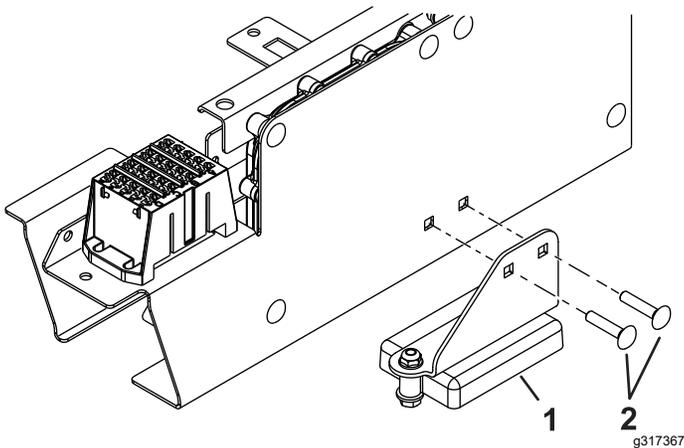
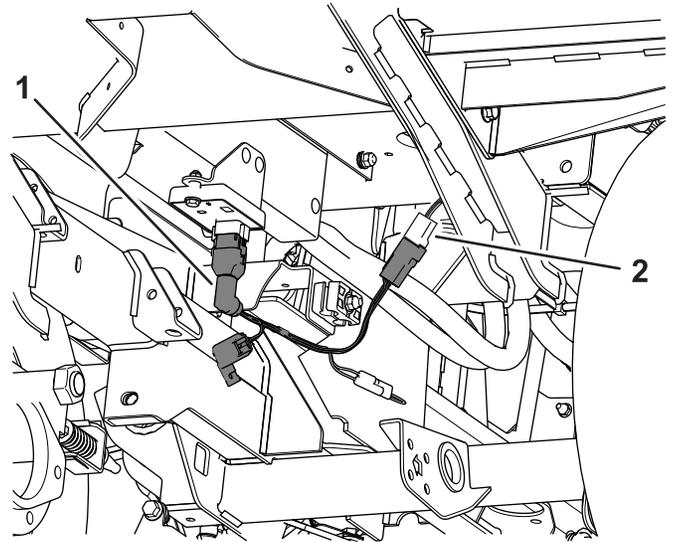

Bild 3
Bild 4
- Entfernen Sie die beiden Schrauben und Muttern an der Seite des Steuergerätegehäuses (Bild 3 und Bild 4).
- Befestigen Sie die Befestigungshalterung mit den zuvor entfernten Schrauben und Muttern an der Maschine (Bild 3).
- Stecken Sie den 90° Kabelbaumanschluss in die Unterseite des Sensormoduls ein (Bild 4).
- Verlegen Sie den Kabelbaum zurück und stecken Sie den Anschluss mit der Kennzeichnung Telematics in den Maschinenkabelbaum ein (Bild 4).